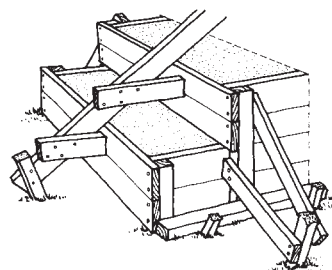

Fig. 331
- 331 *Støpte trapper* av betong bygges sammen med betongfundamentet, som bør armeres og være selvbærende. Trappen kan armeres med armeringsstål 6 - 8 mm i ca. 200 mm rutenett. Store trappekonstruksjoner må beregnes av byggeteknisk konsulent. Forskaling av en liten betongtrapp er vist i fig. 331. Betongen må ikke være for bløt. Jordfuktig konsistens gir sterk betong. Hvis det skal være heller på toppen, mures disse fast når forskalingen er revet. Betongoverflaten bør krasses opp mens den er fersk for å gi godt feste for murmørtelen. Hvis overflaten skal brukes uten belegg, må den ferske betongen kastes slik at trinnene får en ru overside. Opptrinnene kan forblendes eller stålpukses.